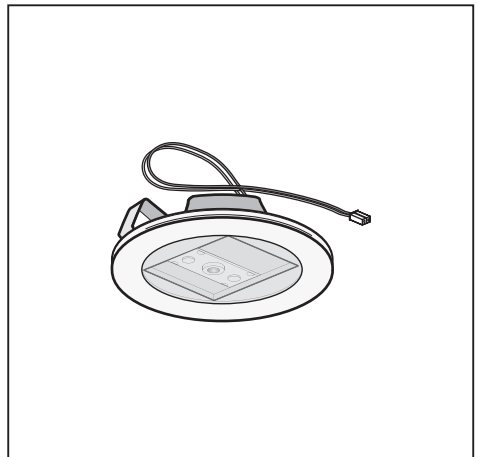

Fig.21 / 21. attēls
• **Udskiftning af LED lamperne (Fig.21):**